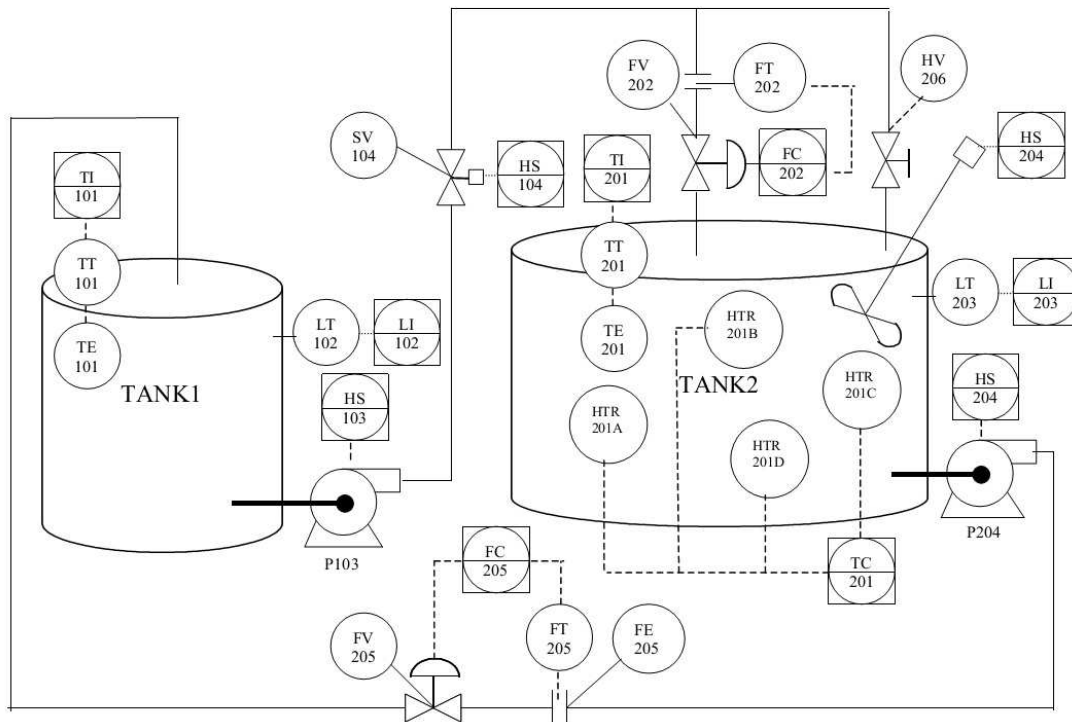

Figura 1: Diagrama de tubulação e instrumentação (P&ID) de dois tanques segundo simbologia e terminologia da norma ISA 5.1.
1. No diagrama P&ID mostrado na Figura 1.